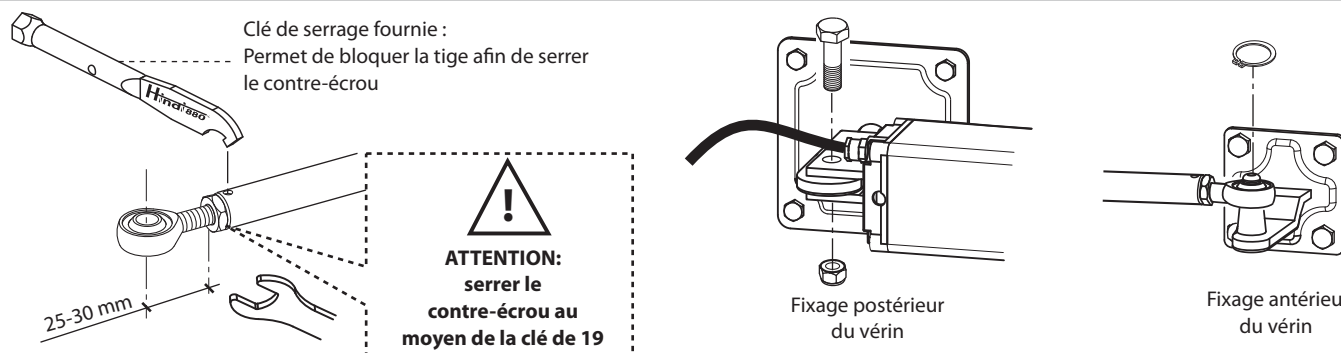

Fig. 9
**Important** : serrer le contre-écrou au moyen de la clé de serrage fournie à la fin. En utilisant les vis et les seeger fournis fixer le vérin HINDI 880-evo aux pattes de fixation (Fig.9).